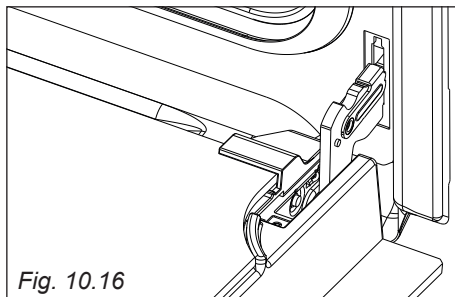

Fig. 10.16
- Aprire completamente la porta del forno (fig. 10.16).